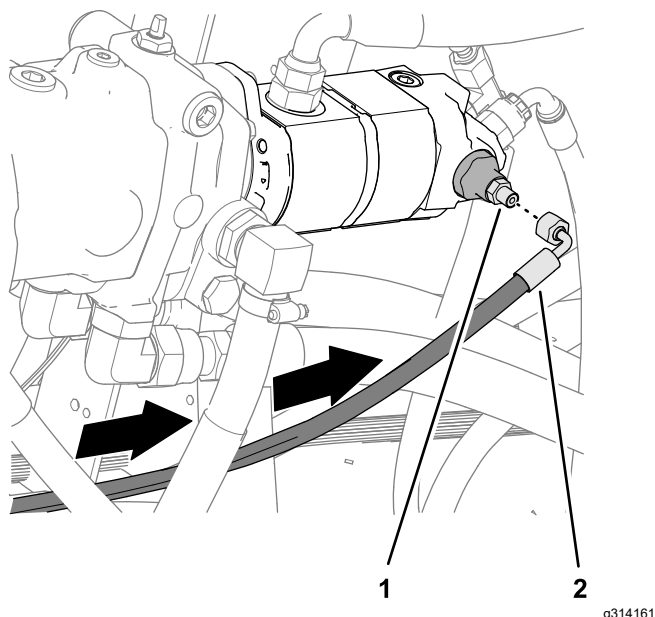

**Figura 134**
4. Remova o anel de retenção O-ring da face da união reta na extremidade da bomba hidráulica (Figura 134).
5. Instale um anel de retenção O-ring 7,6/1,8 mm novo na ranhura da união reta (Figura 134).